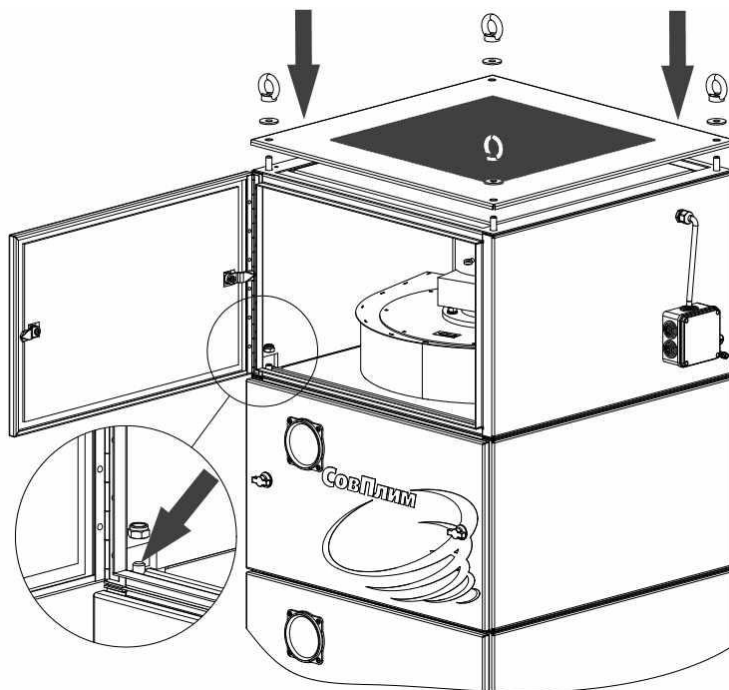

Рисунок 7
3) установить модуль вентилятора, совместив резьбовые шпильки фильтровального модуля с отверстиями в нижней части модуля вентилятора (рисунок 7), закрепить гайками самоконтрящими M12;